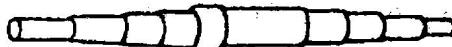

图 1-7 电动机的转轴
(1) 转轴。转轴一般用中碳钢加工而成。转子铁心被套在转轴上。该轴支承着转子的重量，使转子能在定子内腔均匀地旋转，并传递电动机的输出转矩。转轴的形状如图 1-7 所示。